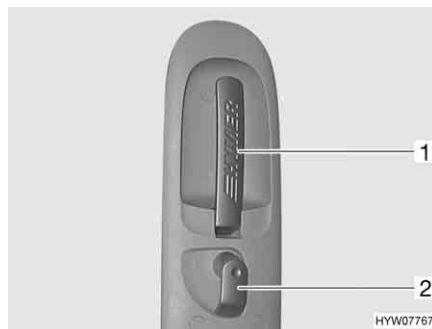

Fig. 45 Serratura della porta di ingresso, lato interno
- Tirare la maniglia (Fig. 45,1). La serratura della porta si sblocca.
- Ruotare il bottone di sicurezza (Fig. 45,2) in senso orario.